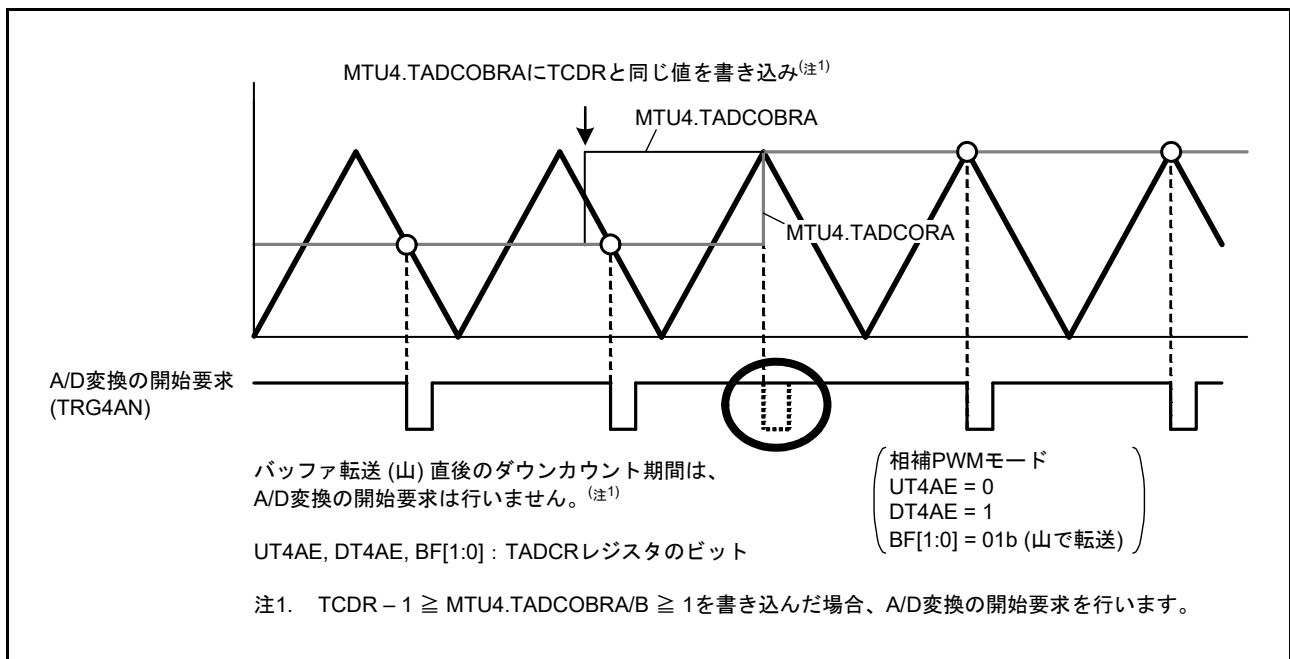

図 23.115 MTU4.TADCOBRAにTCDRと同じ値を書き込んだときのA/D変換の開始要求
- MTU4.TADCOBRA, MTU4.TADCOBRB レジスタに TCDR レジスタと同じ値、かつ、MTU4.TADCR レジスタの DT4AE, DT4BE ビットに“1”を設定して、MTU4.TCNT カウンタの山でバッファ転送したとき、転送直後のダウンカウント期間については A/D 変換の開始要求を行いません (図 23.115)。